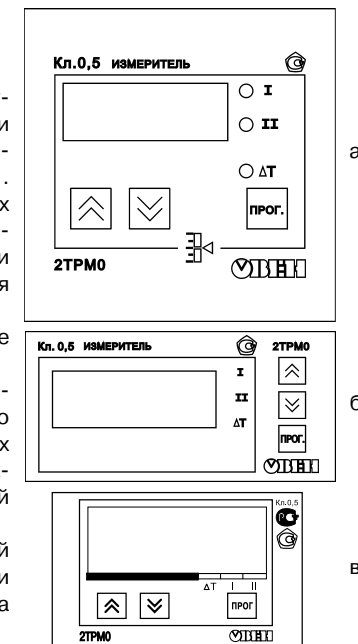

Рис. 9
3.2.5. На рис. 9, а приведен внешний вид лицевой панели прибора 2ТРМ0 для корпусов настенного Н и щитового крепления Щ1, на рис. 9, б – щитового Щ2, на рис. 9, в – DIN-реечного Д.